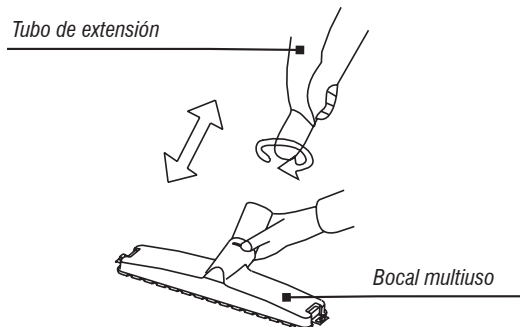

Fig. 6 – Montaje de la boca multiuso
- Conecte el tubo de aspiración en la boca multiuso, conforme muestra la Fig.6.